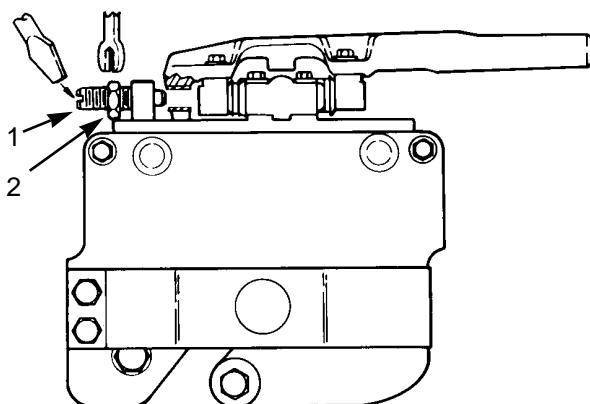

図14
2. 接触が全くない場合には、両側のアジャスタの固定ナットをゆるめ(図14) 軽い接触音が聞こえる所まで両側を均等に締めて(右回し)やる。
1. エンジンを始動しカッティングユニットをコンパネ等の平面上(最低 50cm × 75cm は必要)に下ろす。エンジンを停止しキーを抜き取る。ロックアウト・ピン(図14)のジャムナットをゆるめてピンをピボ
5. ロック・ピンを抜いてカッティングユニットが自由にフロートできるようにする（図14）。